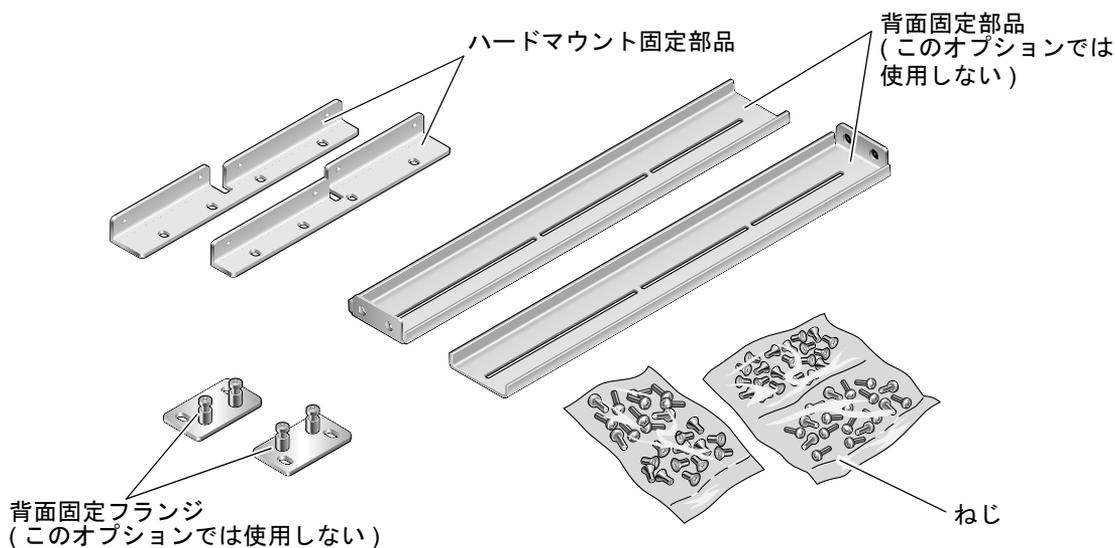

図 3-26 19 インチ 2 ポストのハードマウントキットの内容
1. ラックキットから側面固定部品を取り出します (図 3-26 を参照)。